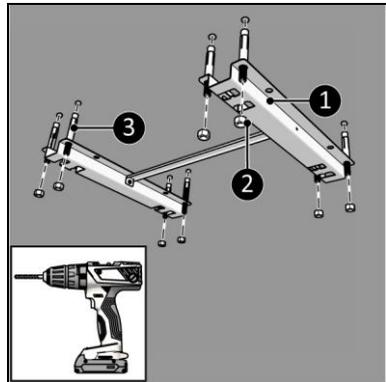

Abbildung 13
4. Platzieren Sie die Halterung an der Decke und markieren Sie die acht Löcher (Abbildung 13).
6. Setzen Sie die Ankerschrauben ein (Abbildung 13, Pos. 3).
7. Befestigen Sie die Halterung (Abbildung 13, Pos. 1) mit den acht Muttern (Abbildung 13, Pos. 2) an der Decke.